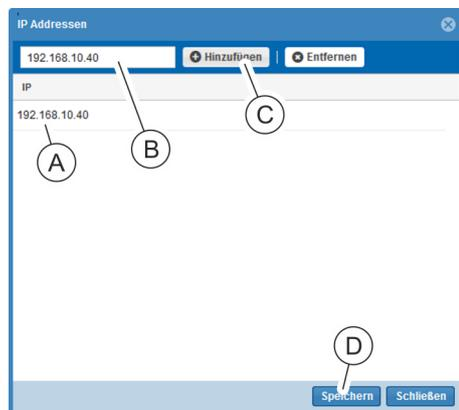

Abb. 54: Fenster "IP-Adressen"
- ⇒ Es öffnet sich das Fenster "IP-Adressen" (Abb. 54).
- 19. Im Textfeld eine IP-Adresse (Abb. 54/Ⓜ) eingeben und über die Schaltfläche „Hinzufügen“ (Abb. 54/Ⓜ) der Liste (Abb. 54/Ⓜ) hinzufügen.
- 20. Nach erfolgter Eingabe das Fenster über die Schaltfläche „Speichern“ (Abb. 54/Ⓜ) schließen.